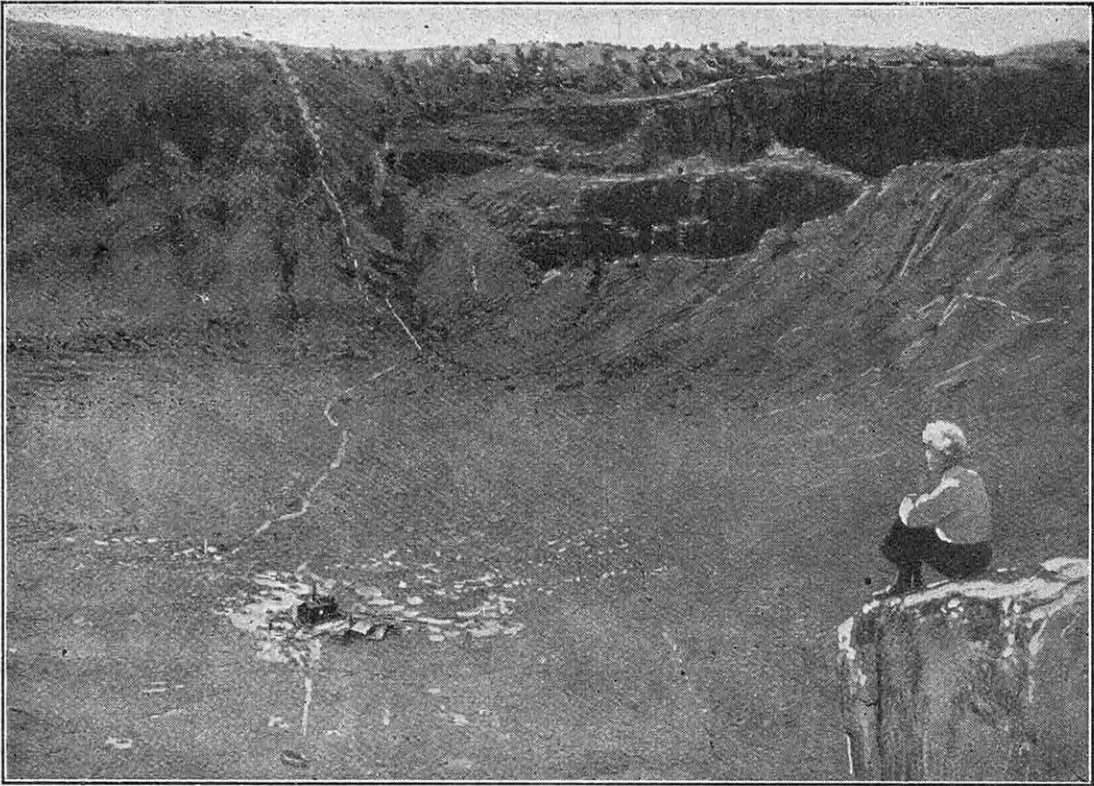

FIG. 8. — VUE DE L'INTÉRIEUR DU « METEOR CRATER »
Sur la masse de la météorite, les avis diffèrent. D'après Kulik, elle était, avant la rencontre avec l'atmosphère, de plusieurs milliers de tonnes. Astapovitch l'estime à 200 t seulement. Elle était, en tout cas, formée de fer, les naturels du pays ayant ramassé, après la chute, des morceaux de fer natif brillant. Le bolide décrivait une orbite très allongée, peut-être parabolique, — d'aucuns disent même hyperbolique, — peu inclinée sur l'écliptique. Il avait déjà franchi le périhélie et reprenait sa course vers les lointains du système solaire lorsqu'il choqua la Terre, à son nœud ascendant. Si l'horaire de sa marche eût avancé de 4 h 47, c'est à Saint-Petersbourg qu'il eût atterri ! Ajoutons que sa vitesse par rapport au globe (1) était de 40 km/s (fig. 8).